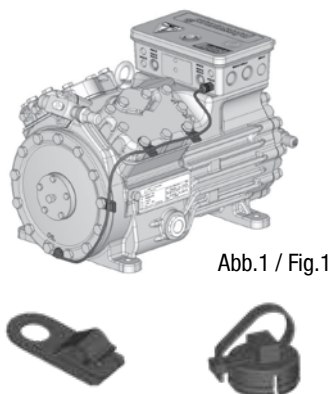

Abb. 1 / Fig. 1
- Mount cable holder and cable clamp (Fig. 4) as shown in fig. 1 to 3.
- 按图 1 到 3 所示，安装图 4 所示电缆夹和电缆支架。